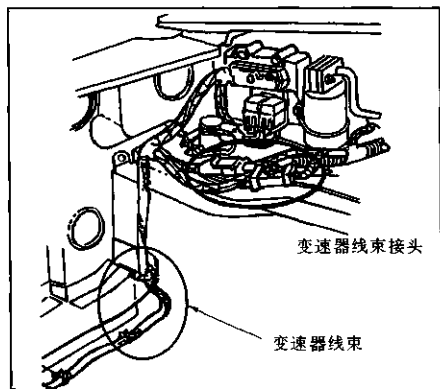

图 7-1-14 变速器线束外观检查
(2) 仔细检查每个接头, 看与其相连的导线有无接头脱开的现象, 如有, 则将导线重新固定好。
(3) 由于电子变速器的大部分接头都在其连接的元件外, 所以要仔细检查以下元件:
① 变速器电脑。
② 输出速度传感器。
③ 倒车灯继电器。
④ 空挡安全开关。
⑤ 变速器控制继电器。
⑥ 电磁阀组。
⑦ 节气门位置传感器。
⑧ 涡轮转速传感器。
(4) 检查变速器电脑与变速器间的线束外观, 见图 7-1-14。